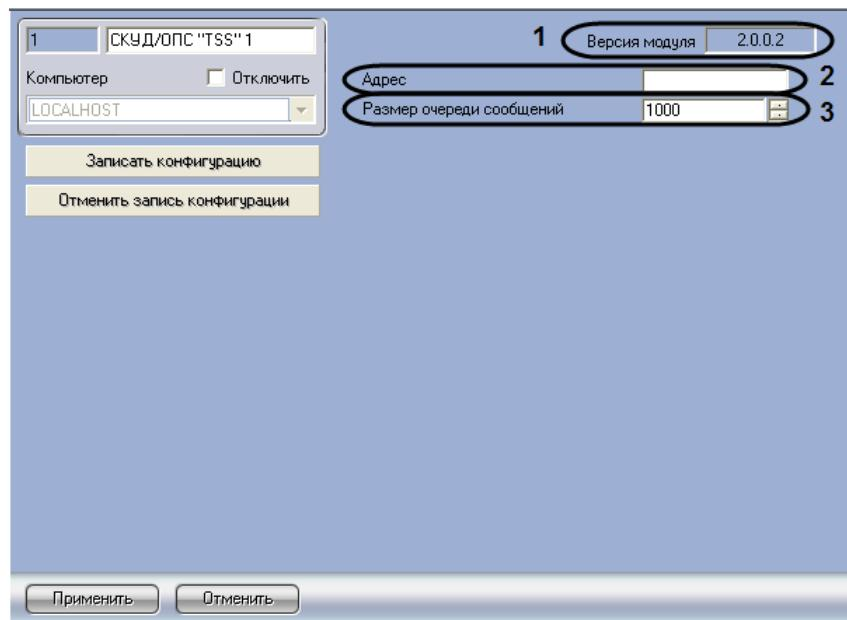

Рис. 3.2—2 Панель настроек объекта СКУД/ОПС TSS
*Примечание.* В поле **Версия модуля** отображается текущая версия модуля интеграции СКУД/ОПС TSS2 (см. Рис. 3.2—2, 1).
2. В поле **Адрес** ввести адрес соединения со СКУД/ОПС TSS2 (см. Рис. 3.2—2, 2).